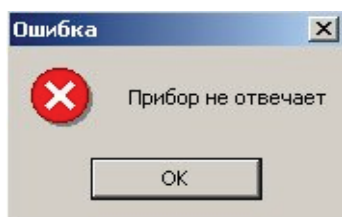

Рисунок 4.8
*Примечание: При отсутствии связи с УС-Н, после открытия окна **Включите считывающее устройство**, через 10 сек. появится всплывающее окно с сообщением об ошибке (см. рисунок 4.8). Сообщения об ошибках приведены в приложении А таблице А.1.*